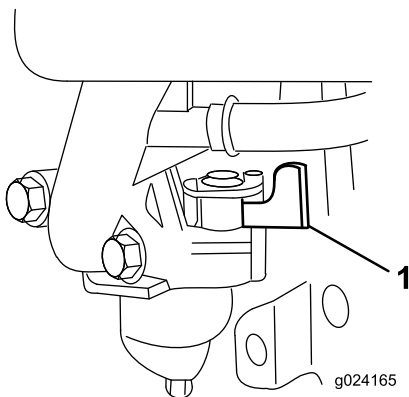

Figura 12
2. Abra la válvula de combustible moviendo la palanca de la válvula de combustible a la derecha (Figura 12).
Nota: Cierre la válvula de combustible moviendo la palanca de la válvula de combustible (Figura 12) a la izquierda a menos que vaya a volver a arrancar el motor en breve.